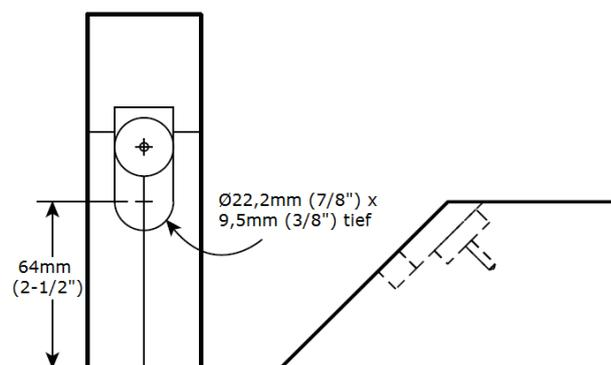

Abbildung 8: Ausschnitt für den Verstellmechanismus
- Bohren Sie ein 9,5mm (3/8 inch) tiefes Loch mit einem Durchmesser von 22,2mm (7/8 inch) an der 64mm-Markierung. Arbeiten Sie den restlichen Ausschnitt für den Verstellmechanismus mit dem Stemmbeitel aus (s. **Abbildung 8**).